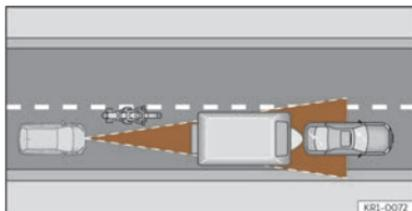

Fig. 113 Motociclista che circola anteriormente fuori dal raggio d'azione del sensore radar.
- Veicoli che circolano disallineati o al di fuori del raggio di rilevamento del sensore, ad esempio motocicli >>> **fig. 113.**